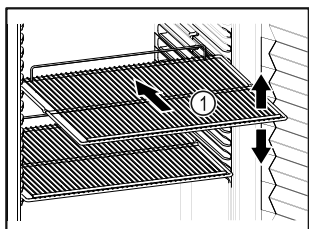

Fig. 50 Représentation à titre d'exemple
- Lorsque les grilles de support Fig. 50 (1) peuvent être déplacées, changez leur position en fonction de la hauteur des aliments.